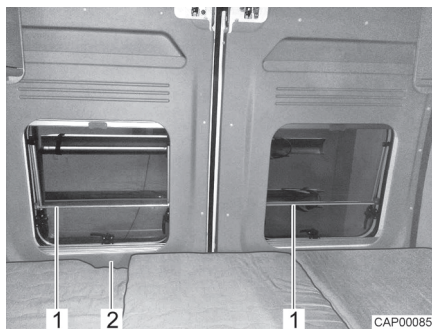

Fig. 32 Protección contra caídas (cama trasera longitudinal)
- ▷ Las ventanas de las puertas traseras están equipadas con una protección contra caídas (Fig. 32,1). La puerta trasera se puede abrir desde el interior a través del orificio (Fig. 33,2).